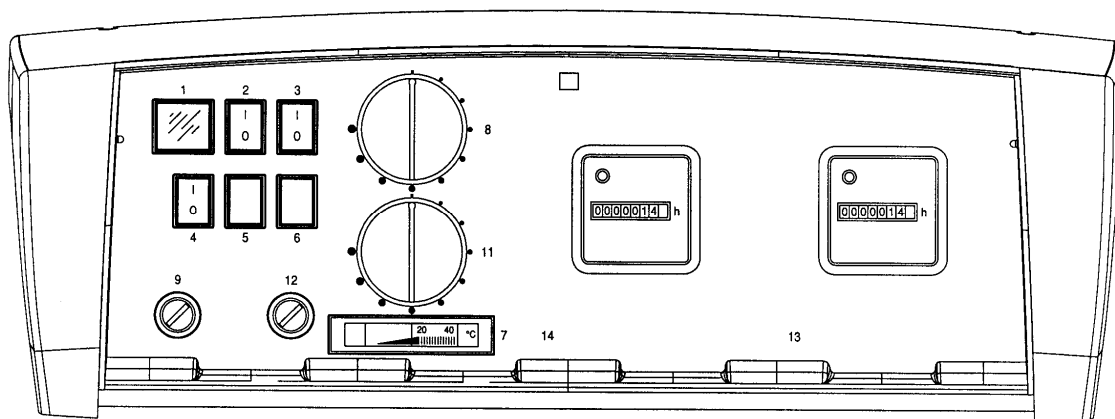

Рис. 5
3.7.1 ПАНЕЛЬ УПРАВЛЕНИЯ ОПЦИОННО REX DUAL/REX DUAL F (Рис. 5)